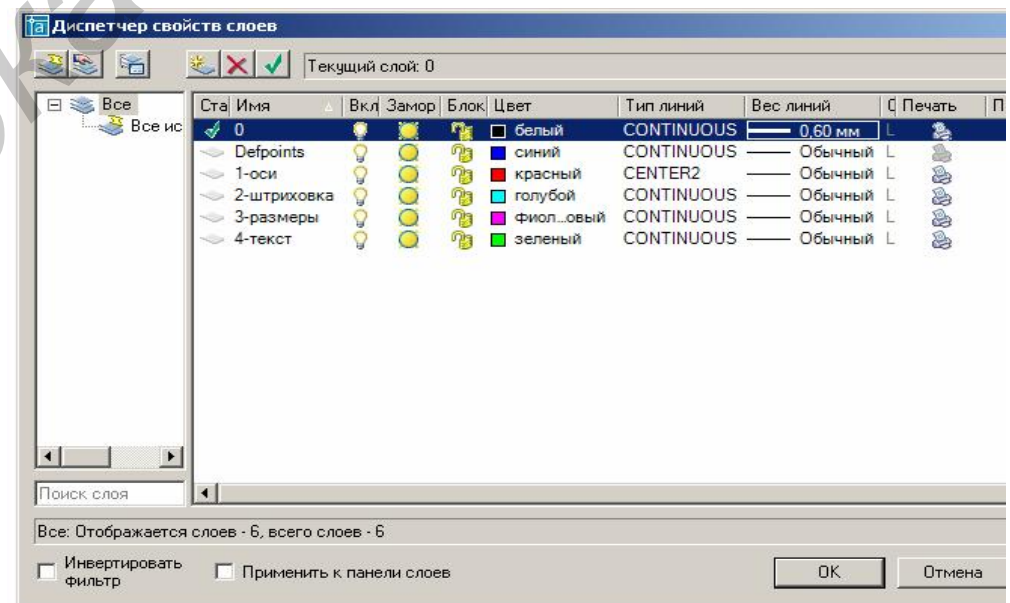

Рис.10. Рекомендуемые настройки слоев
1) в падающем меню **Формат** включить команду **Слой**. Откроется диалоговое окно **Диспетчер свойств слоев** (рис.10);